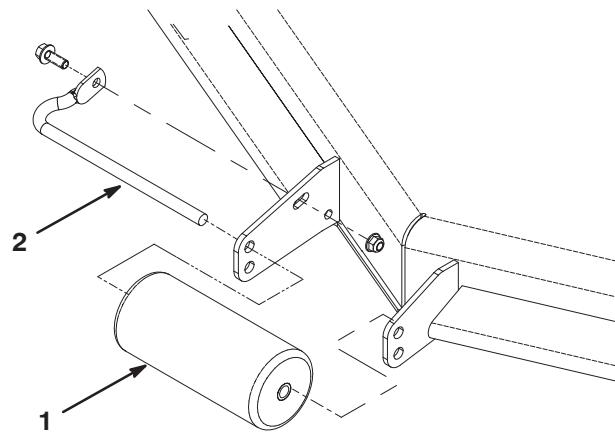

Figure 15
1. Retirez la vis et l'écrou qui fixent l'axe de rouleau au support du plateau (Fig. 15).